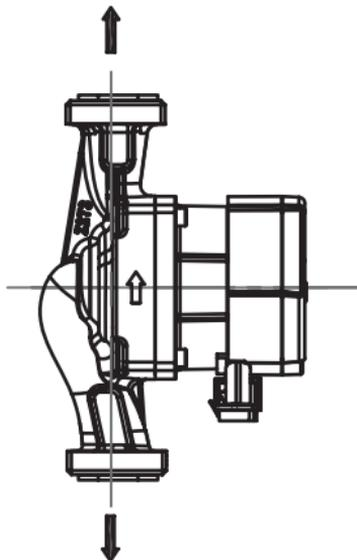

Рис. 2 Направление потока
1. Стрелки на корпусе насоса показывают направление потока жидкости (см. рис. 2).